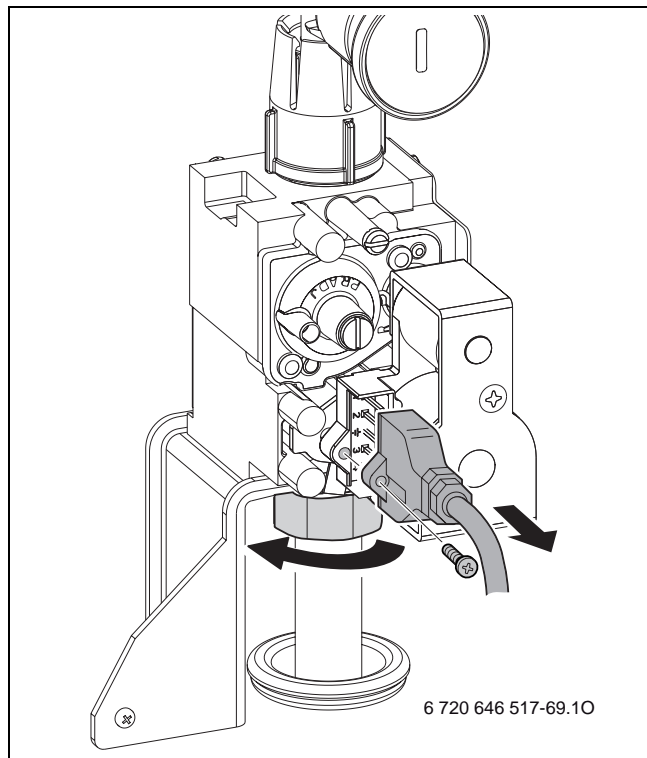

Bild 66
- ▶ Schraube entfernen (→ Bild 66).
- Gasarmatur ausbauen (→ Bild 66, Seite 48).